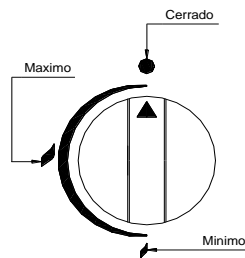

Fig. 3
- Presione el mando del quemador escogido y de un cuarto de vuelta en sentido contrario a las agujas del reloj hasta llegar a la posición de máximo (Fig.3).
- Para poner en mínimo el quemador, gire en sentido contrario a las agujas del reloj sin presionar el mando desde la posición de máximo hasta la posición de mínimo (Fig.3).